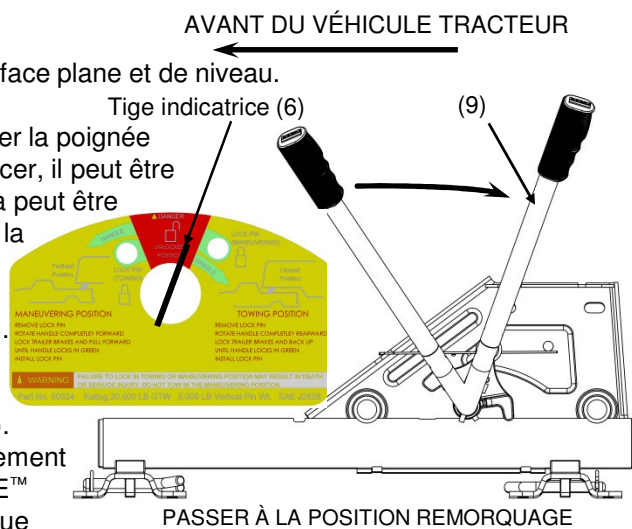

Figure 17
3. Retirez la goupille de verrouillage du trou de manoeuvre et pousser la poignée (9) vers l'arrière (voir figure 17). Si la poignée (9) est difficile à déplacer, il peut être coincée dans le trou de verrouillage dans le tube coulissant (7). Cela peut être résolu en déplaçant légèrement le camion ou reculer jusqu'à ce que la poignée (9) se déplace librement. Répétez l'étape 2 si nécessaire.
4. La tige indicatrice (6) devrait être au-dessus de la section déverrouillée rouge près de la section verte de remorquage (voir figure 17).